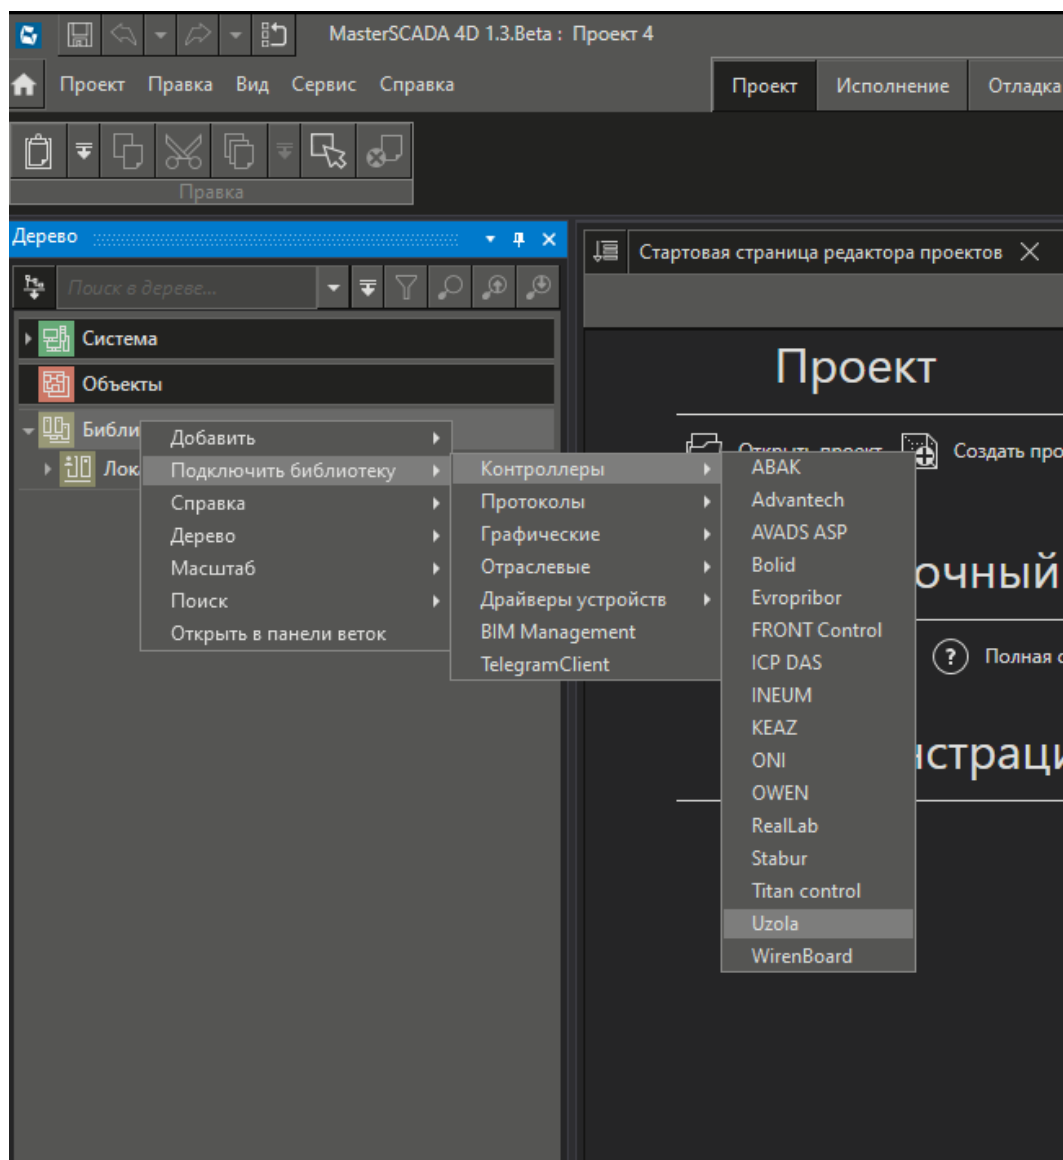

Рисунок 13
2.4.1 Для разработки проектов в MasterSCADA 4D для КТСИ Пролог необходимо при создании пользовательского проекта подключить библиотеку Uzola (см. рисунок 13).